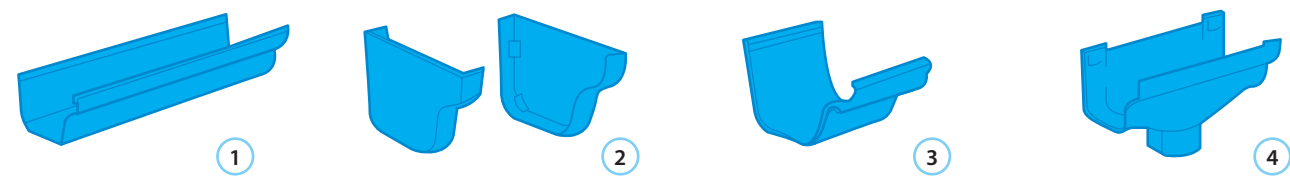

Fig. 3. Componentes del Kit de canaletas.
1. Identifique las partes que componen el Kit de canaletas. Ver fig. 3 y Tabla 1.